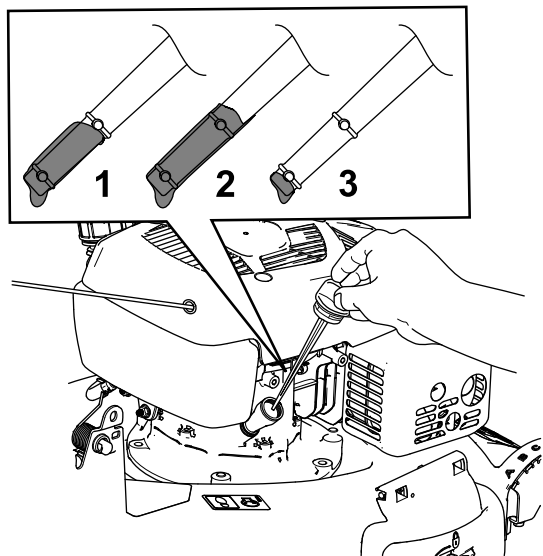

図 42
10. ディップスティックの目印で油量を点検する 図 42。